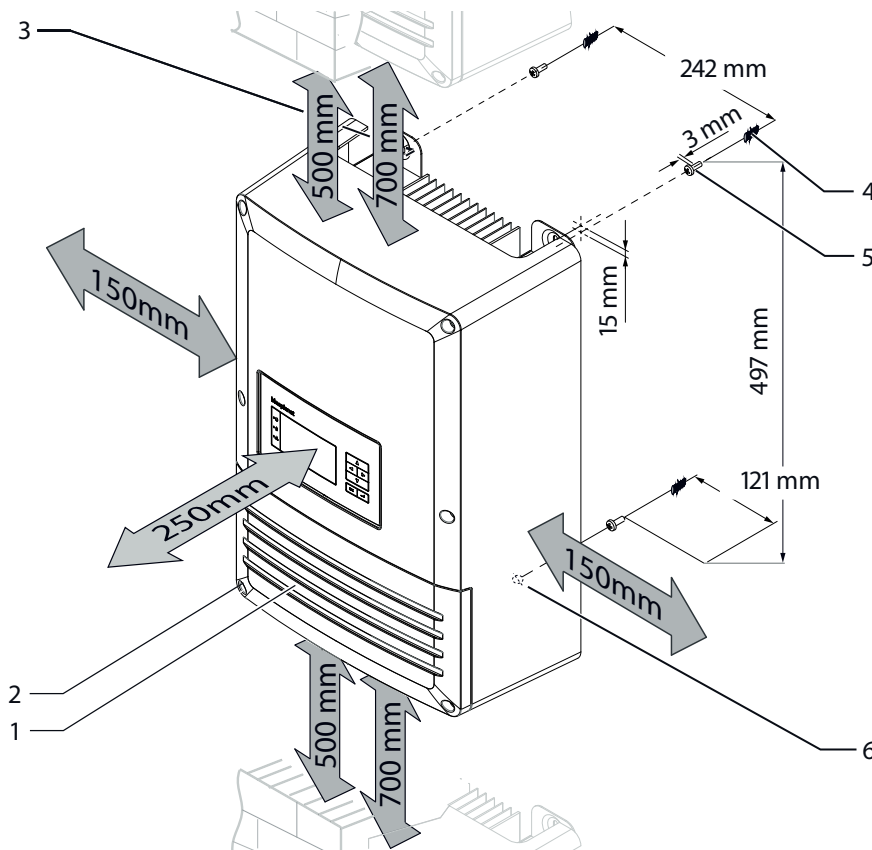

Figura 5: Distancias mínimas/suspensión del inversor
1. Marcar en la pared la posición de los taladros superiores según las dimensiones indicadas en Figura 5 o mediante las bridas de suspensión de la parte trasera de la carcasa.